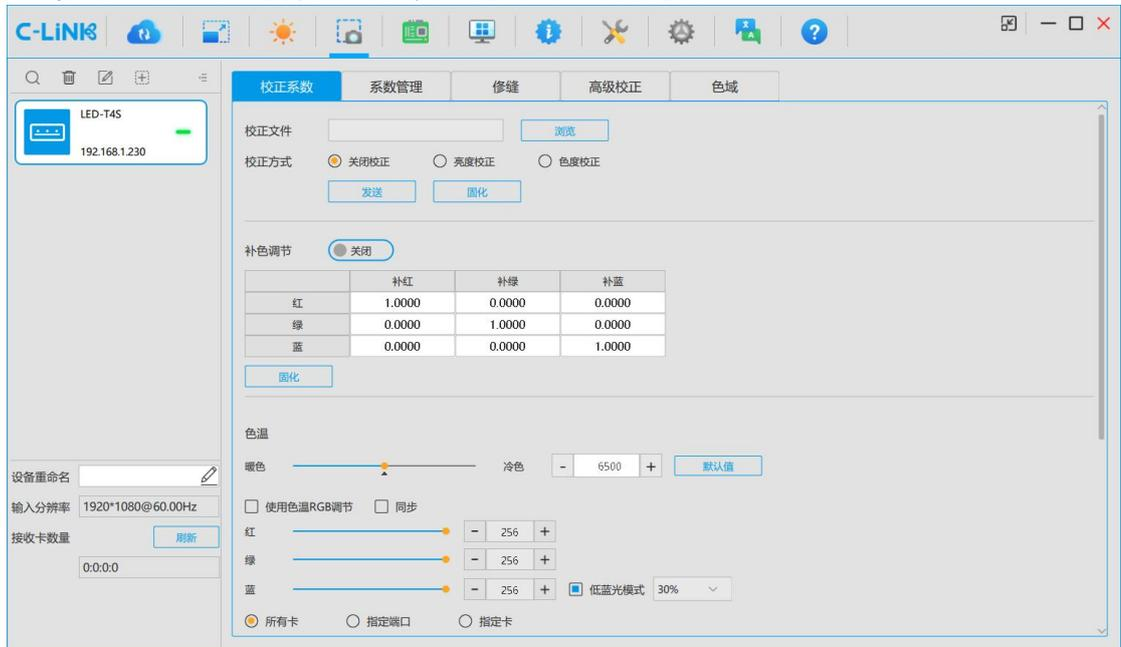

图 10-1 校正系数
- 步骤 1 在“校正”对话框中，选择“校正系数”页签，如图 10-1。